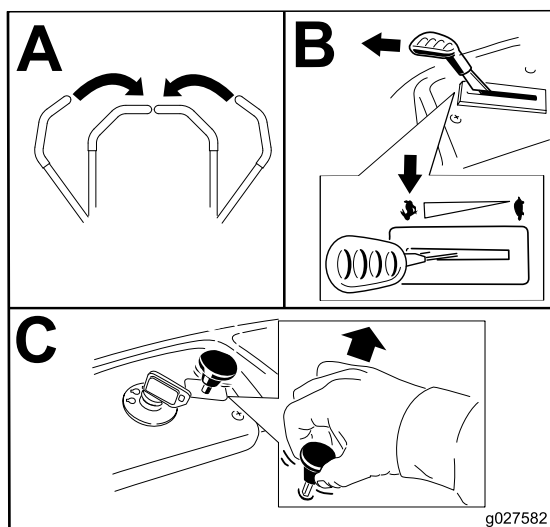

Figura 11
Nota: Siempre engrane las cuchillas con el acelerador en la posición de RÁPIDO (Figura 11).
1. Desengrane las cuchillas moviendo el mando de control de las cuchillas a la posición de DESENGRANADO (Figura 11).